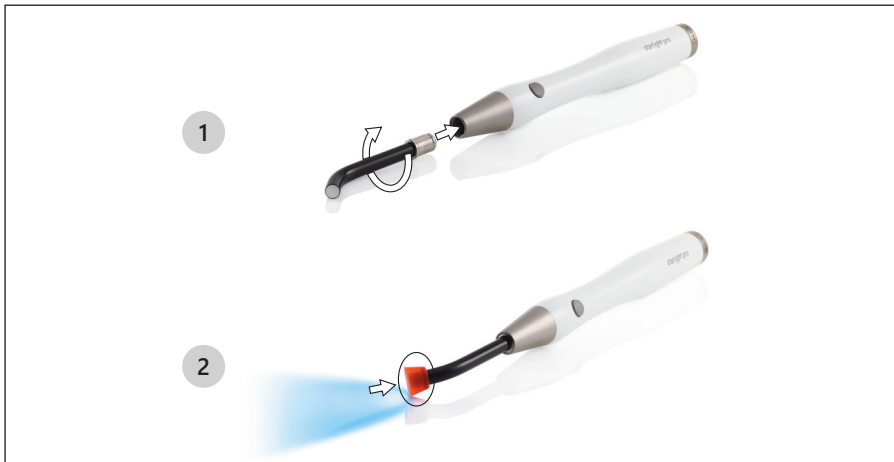

Abbildung 7 – Anschluss von Zubehör
1. Führen Sie die Lichtleitfaser von Hand unter leichtem Druck und, falls erforderlich, mit einer Drehbewegung in das Handstück ein, bis sie einrastet (siehe Abbildung 7 auf Seite 16);
2. Führen Sie den optischen Schutz manuell in den Lichtwellenleiter ein (siehe Abbildung 7 auf Seite 16).